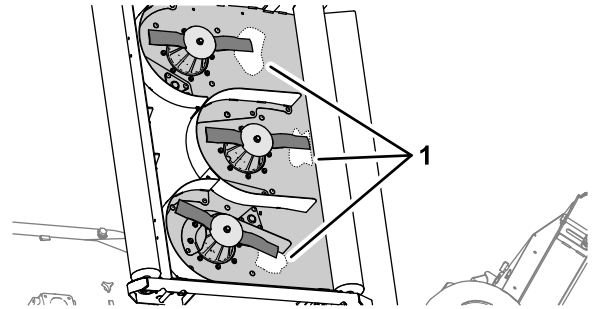

Figura 71
2. Limpe a parte inferior da plataforma do cortador na área adjacente à extremidade de corte na traseira da lâmina (Figura 71).